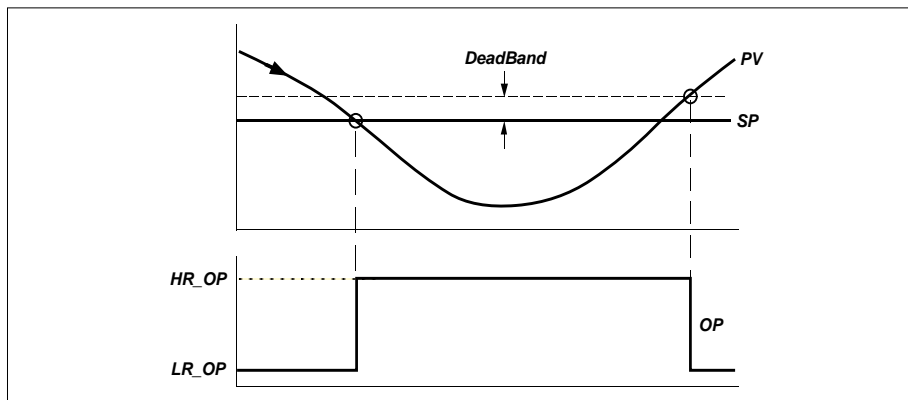
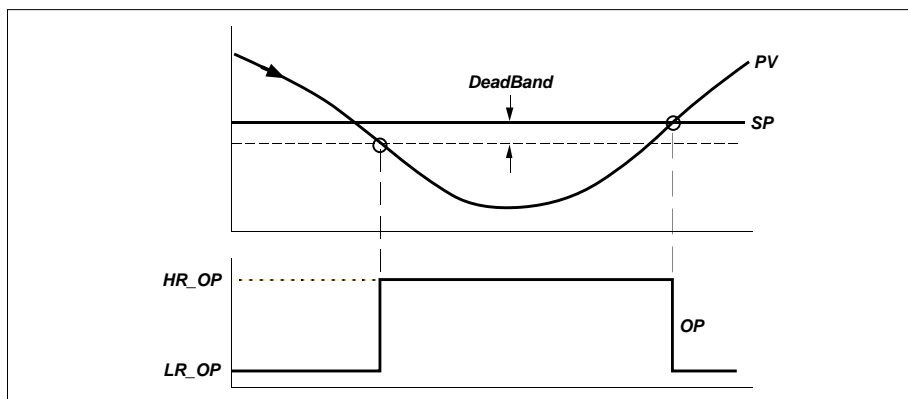
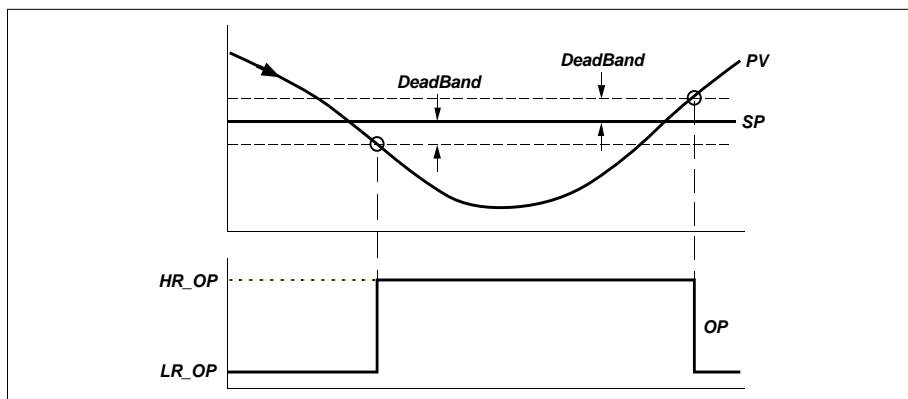

Figure 5-10 Régulation tout ou rien du bloc à 3 termes - HiDband VRAI, LoDband FAUX
Figure 5-11 Régulation tout ou rien du bloc à 3 termes - HiDband FAUX, LoDband VRAI
Figure 5-12 Régulation tout ou rien du bloc à 3 termes - HiDband VRAI, LoDband VRAI
- **HiDband, LoDband.** Permet de sélectionner une bande morte "haute" (Figure 5-10) ou une bande morte "basse" (Figure 5-11) en mode de régulation tout ou rien d'une plage spécifiée par *DeadBand*. Lorsque les deux bits sont VRAI, deux bandes mortes opèrent autour de *SP* (Figure 5-12). Lorsque les deux bits sont FAUX, la bande morte est complètement invalidée.
Options.HiDband et *.LoDband* détermine comment la ou les bandes mortes opèrent autour de *SP* - voir figures 5-10 à 5-12. Noter que si *HiDband* et *LoDband* sont tous les deux FAUX, l'action de la bande morte est invalidée.